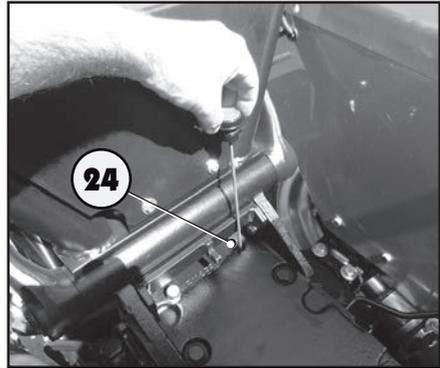

Abb. 6.25
- Den Messstab für den Füllstand des Getriebegehäuses herausziehen (Abb. 6.25);
- Einen Behälter mit geeignetem Fassungsvermögen unter den Ablassstutzen (23), der sich im unteren Bereich des Getriebegehäuses befindet, vorsehen;
- Über die Einfüllöffnung (24) das neue Öl einfüllen bis der Stand zwischen den Markierungen min. und max. auf dem Ölstab erreicht ist;